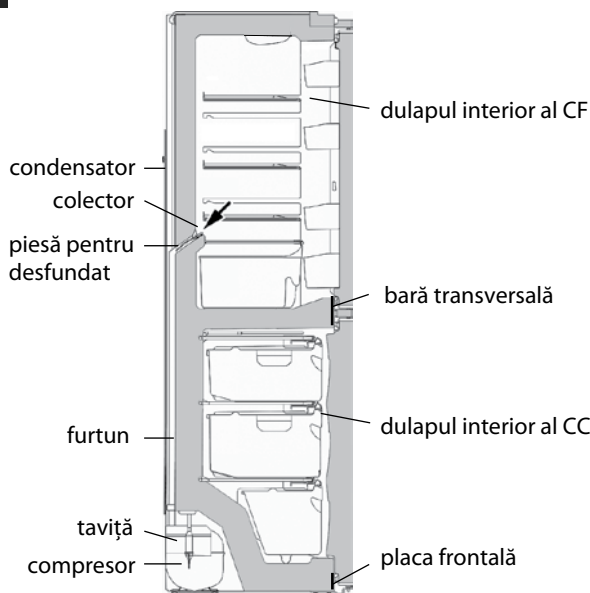

Figura 10 – Schema scurgerii apei rezultate în urma topirii din CC
4.2.1 În CF se folosește un sistem automat de dezghețare. Bruma, care apare pe peretele din spate a CF, după deconectarea compresorului care lucrează în ciclu, se topește și se transformă în picături de apă. Picăturile de apă rezultată în urma topirii se scurg în colector, apoi prin gaura acestuia și prin furtun - în tavița de pe compresor, în conformitate cu figura 10 și se evaporă. Gaura colectorului este dotată cu o piesă pentru prevenirea înfundării sistemului de drenaj.
colectorului, astfel ca apa să se scurgă liber în taviță, apoi spălați piesa și instalați-o în conformitate cu figura 10.